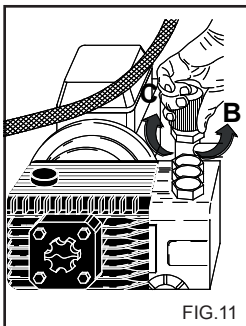

FIG.11
El dispositivo regulador de presión (fig.11) permite regular la presión de trabajo. Girando el botón C en el sentido de las agujas del reloj (B) (mínimo), se obtiene una reducción de la presión de trabajo.